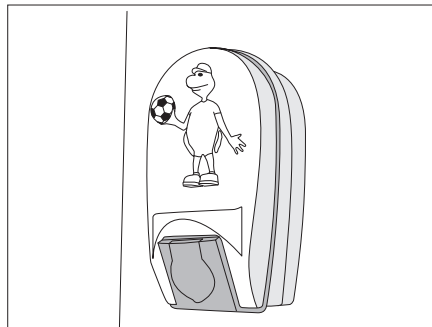

Fig. 173 Lámpara de cuna
- Apretar ligeramente la tapa de la lámpara de cuna (Fig. 173) y quitarla.